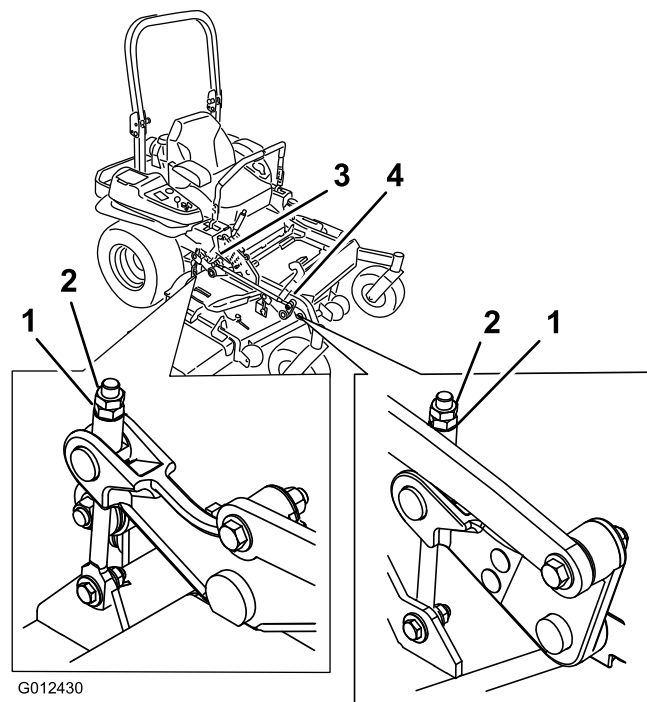

Figure 87
10. Ajustez précisément le serrage de l'écrou de réglage sur l'ensemble de relevage du plateau avant (Figure 87).
16. Ajustez précisément le serrage de l'écrou de réglage sur l'ensemble de relevage du plateau avant (Figure 87).